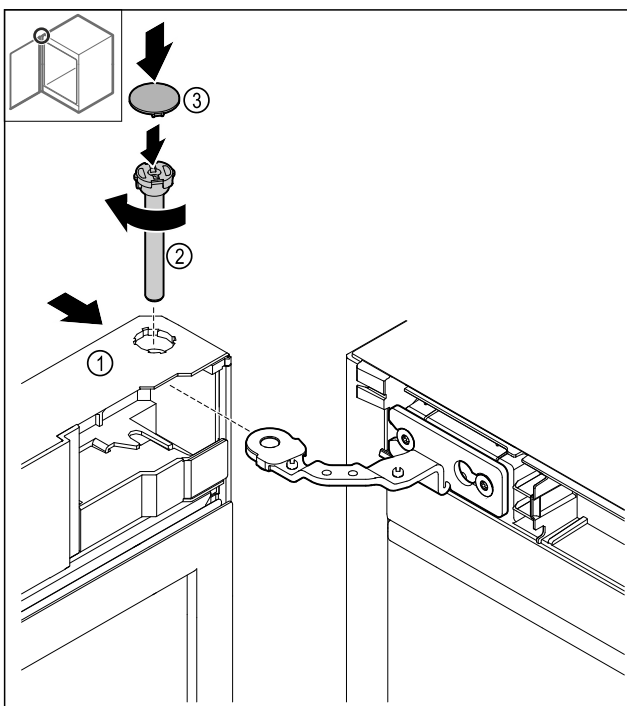

Fig. 47
- Deur Fig. 47 (1) boven op het scharnier schuiven.
- Bouten Fig. 47 (2) plaatsen en rechtsom vastdraaien.
- Afdekking Fig. 47 (4) plaatsen.